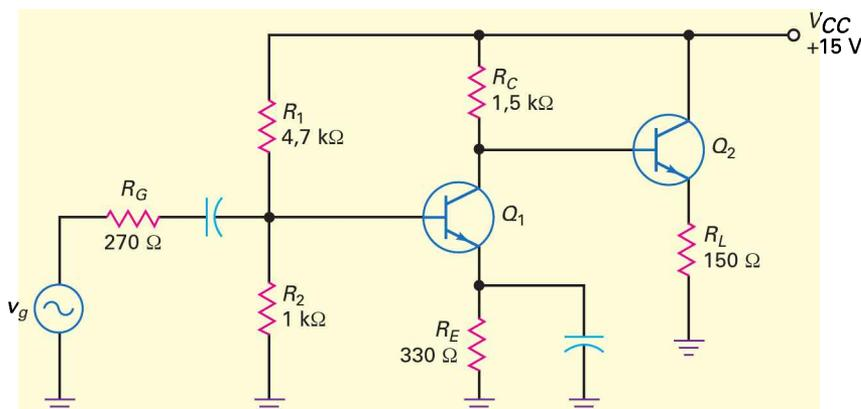

Figure 9.30
- 9.16 Quel est le gain en tension de l'étage EC à la figure 9.30 si le second transistor a un gain en courant AC et DC de 200 ?
- 9.17 Si les deux transistors de la figure 9.30 ont un gain en courant AC et DC de 150, quelle est la tension de sortie lorsque $V_G = 10 \text{ mV}$?
- 9.18 Si les deux transistors de la figure 9.30 ont un gain en courant AC et DC de 200, quel est le gain en tension de l'étage EC si la résistance de charge tombe à 125Ω ?
9.19 Reprenant la figure 9.30, qu'arriverait-il au gain en tension de l'ampli EC si l'étage émetteur suiveur était supprimé et qu'on utilisait un condensateur pour coupler le signal AC à la charge de 150Ω ?
- 9.41** À la figure 9.30, si la tension d'entrée était de 100 mV pp et le condensateur de découplage émetteur coupé, quelle serait la tension de sortie au travers de la charge ?